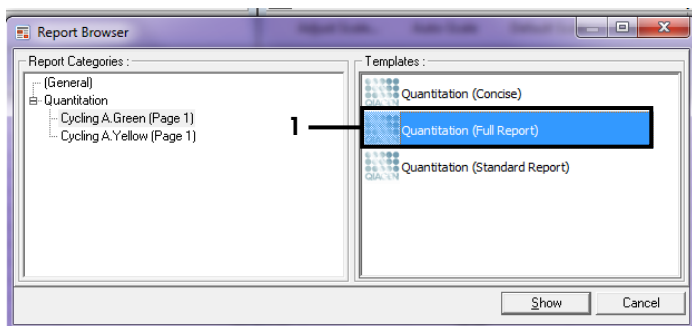

Figura 38. Seleção do relatório “Quantitation (Full Report)” [Quantificação (relatório completo)] (1).
11.Selecione “Quantitation (Full Report)” [Quantificação (relatório completo)] na caixa “Templates” (Modelos) (Figura 38).